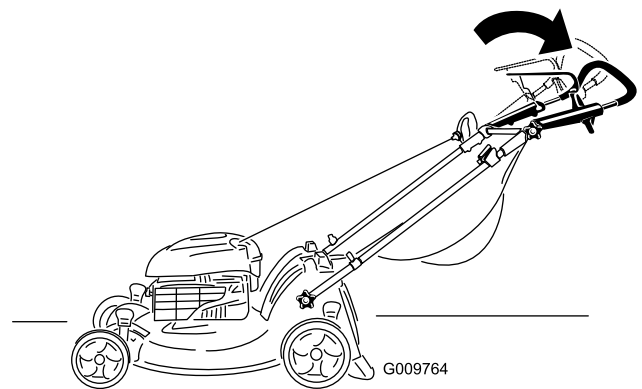

Figura 18
2. Mueva el manillar superior a la posición deseada (Figura 18).